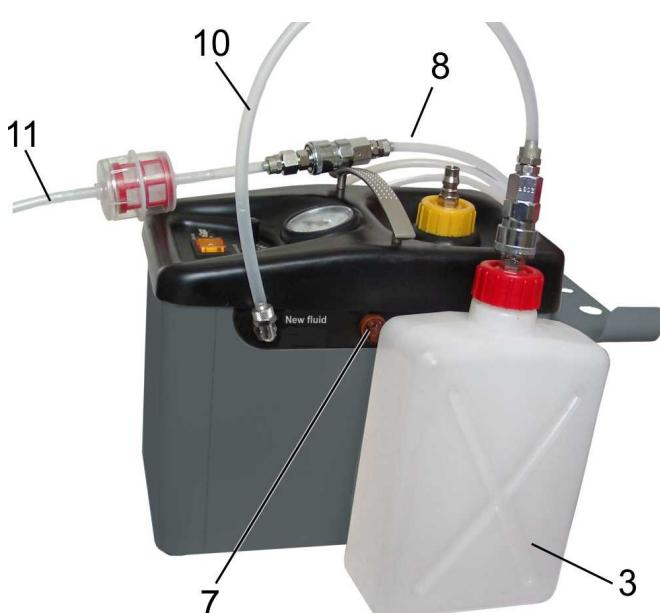
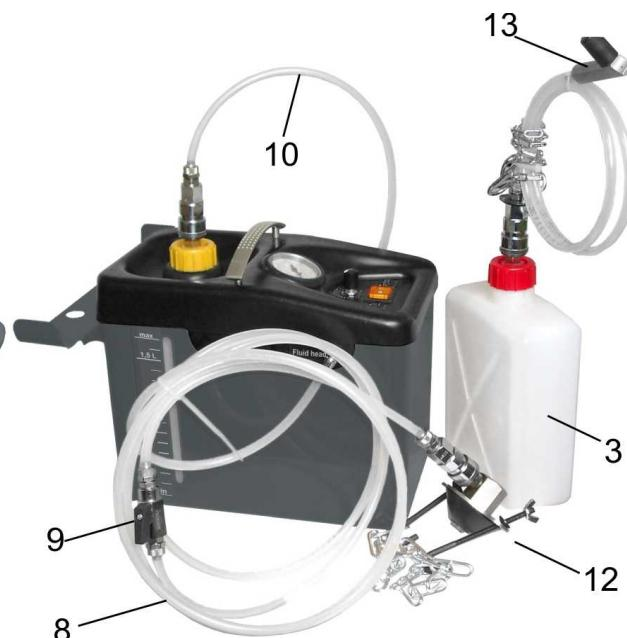

Рисунок 6.1 - Режим «Откачка»
Рисунок 6.2 - Режим «Напор»
11 - Удлинитель шланга (Рис. 6.1); 12 - Адаптер бачка (Рис. 6.2);
13 - Адаптер штуцера (Рис. 6.2); 14 - Провод питания.
6.3 Подсоедините канистру сбора старой жидкости к установке с помощью шланга (10) (Рисунок 6.1). К шлангу (8) подсоедините удлинитель (11). Снимите с бачка тормозной системы автомобиля штатную крышку, опустите удлинитель шланга на дно бачка и удалите старую жидкость, переключив переключатель в положение «**ОТКАЧКА**», краник (9) должен быть открыт.
6.4 Отсоедините шланг (10) от канистры сбора старой жидкости и подсоедините его к штуцеру на установке (Рисунок 6.2). Долейте в бачок тормозной системы автомобиля новой жидкости, переключив переключатель в положение «**НАПОР**». При достижении на баке установки уровня «**МАХ**», переведите переключатель в среднее положение. Закройте краник на шланге (8), отсоедините удлинитель.
6.6 Подсоедините к адаптеру шланг (8) (Рисунок 6.2). Переведите переключатель в положение «**НАПОР**», установите регулятором необходимое давление.